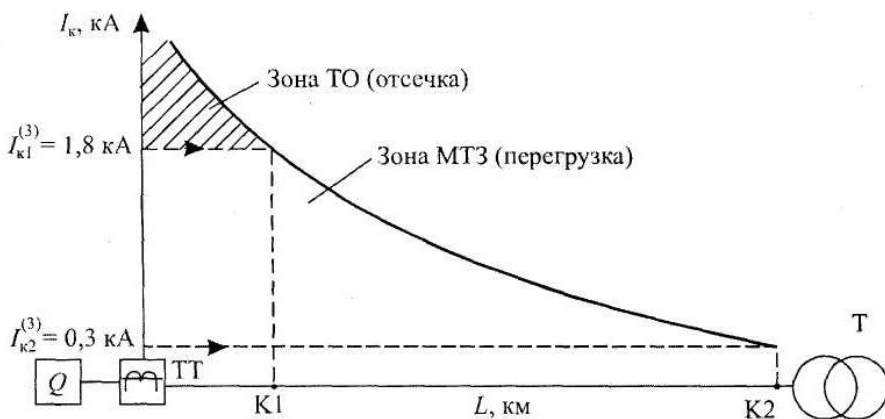

Рис. 3. Зоны действия релейной защиты
5. Составляется схема зон действия РЗ (рис. 3).